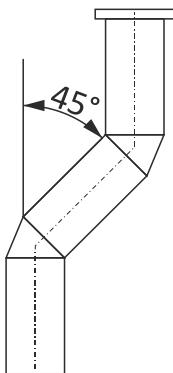

Figura 2
- La salida de humos ideal debe ser realizada en vertical y no cambiar de dirección en un ángulo superior a 45°, preferiblemente 30°, con respecto a su posición vertical, ver figura 2.